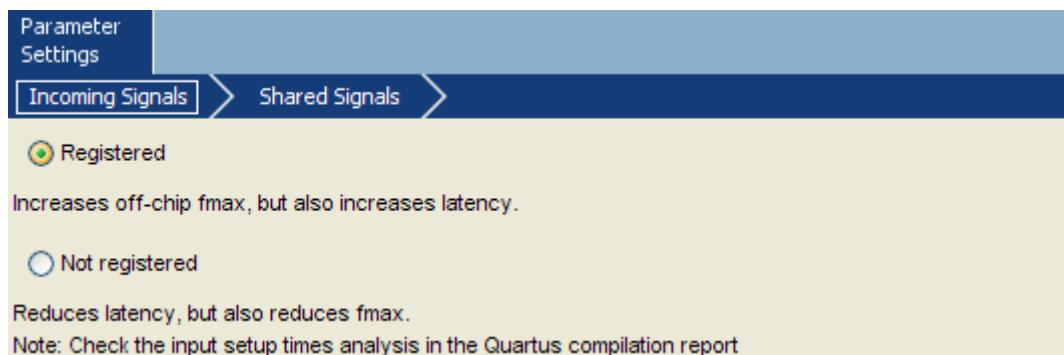

图 9-1 三态桥属性页
6. 添加 Bridges and Adapters ->Memory Mapped-> Avalon-MM Tristate Bridge: 属性第一页 Incoming Signals 选择 Registered。如果是 8.0 可以直接 Finish，7.2 在第二页 Shared Signals 中将 data, address, read\_n 都选上。如图 9-1。